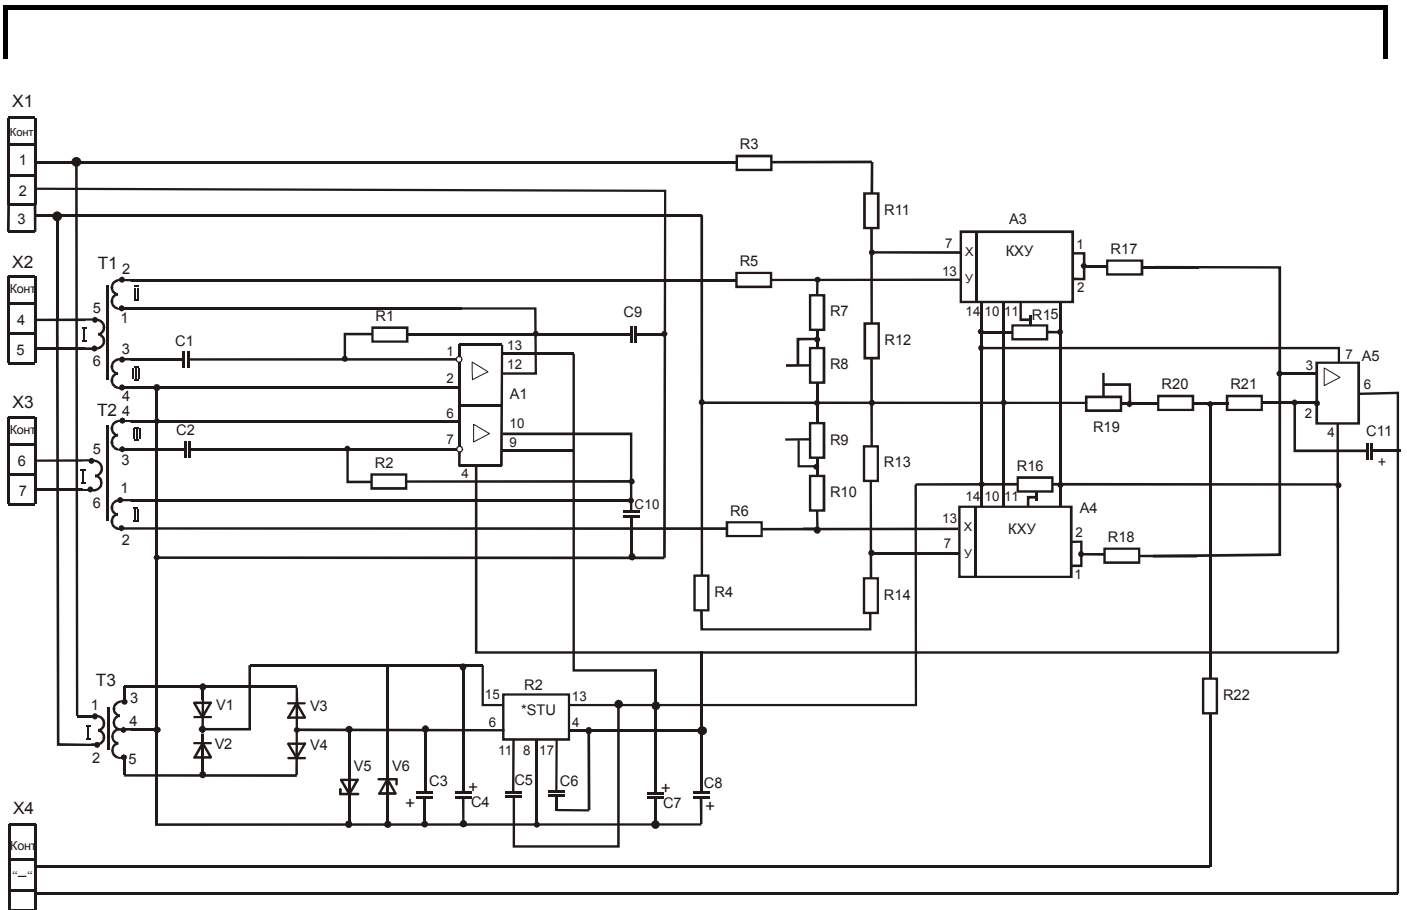

Рис. 1 Схема электрическая принципиальная добавочных устройств к ваттметру
4.4.2 Принципиальные схемы добавочного устройства ваттметров (Р1818, Р1818.1) и варметров (Р1818/1, Р1818.1/1), оформленных в литых силуминовых корпусах брызгозащищенного исполнения, приведены на рис.1 и 2.